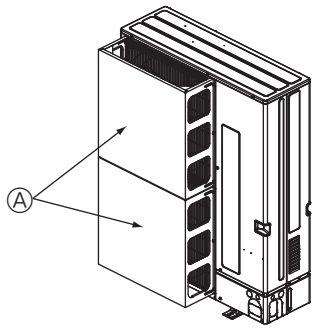

Fig. 2-15
- ① Τοποθετήστε έναν προαιρετικό οδηγό αέρα, εάν πρόκειται να εγκαταστήσετε τη μονάδα σε σημεία όπου υπάρχει ενδεχόμενο να φυσούν απευθείας στο στόμιο εξαγωγής του αέρα πολύ δυνατοί άνεμοι κτλ. (Fig. 2-15)